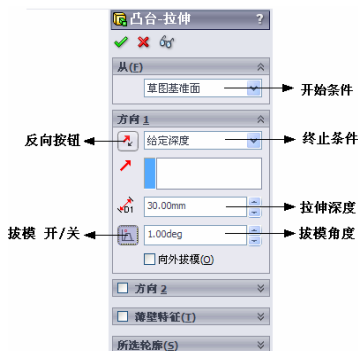

图 4-4 “凸台-拉伸”属性管理器
❶ 执行命令。在草图编辑状态下，选择菜单栏中的“插入”→“凸台/基体”→“拉伸”命令，或者单击“特征”工具栏上的“拉伸凸台/基体”图标按钮，此时系统出现“凸台-拉伸”属性管理器，各栏的注释如图 4-4 所示；